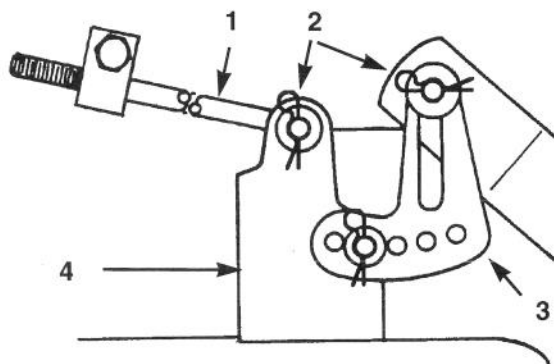

Bild 44
7. Das Ende des langen Gestänges durch das Loch in der Mäheraufhängung einführen (Bild 44). Unterlegscheibe und Splint zum Absichern des Gestänges einsetzen. Diesen Schritt für die gegenüberliegende Seite wiederholen.
8. Das mit Langloch versehene Abgleichprofil auf den Stift im Schnitthöhenarm aufziehen (Bild 44). Zum Absichern des Mähwerks Unterlegscheibe und Splint einsetzen. Diesen Schritt an der gegenüberliegenden Seite des Mähwerks wiederholen.